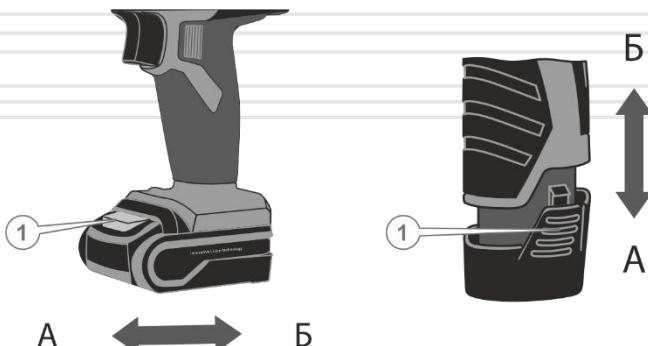

Рисунок 3. Схема установки (зняття) акумуляторної батареї
Щоб запобігти випадковому увімкненню електродвигуна шуруповрута та передчасного розряду акумуляторної батареї, передбачено блокування обертання шпинделя, яке рекомендується використовувати під час встановлення акумуляторної батареї (рис.3), у разі тривалої паузи в роботі, для перенесення виробу тощо.
Для під'єднання акумуляторної батареї до шуруповерта сполучіть виступи на акумуляторі із пазами на корпусі виробу та із невеликим зусиллям посуньте акумулятор у напрямку стрілки (Б) (див. Рис. 3) до появи характерного клацання. Не рекомендовано докладати надмірних зусиль до акумулятора. Якщо акумуляторна батарея під'єднується із зусиллям, то це означає, що дії із встановлення виконуються неправильно, або в пази корпусу потрапив сторонній предмет, наприклад – стружка.
Щоб зняти акумуляторну батарею злегка натисніть на кнопку фіксації батареї (1) та, не відпускаючи кнопку, із невеликим зусиллям потягніть акумулятор у напрямку стрілки (А) (див. Рис. 3).